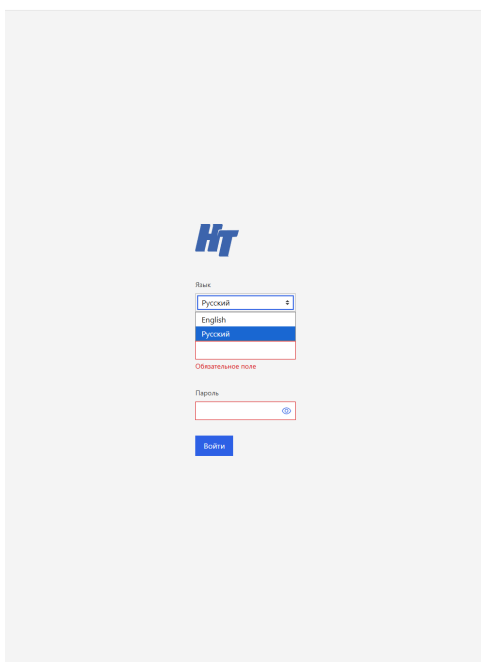

Рис. 75. Окно «Авторизации»
- 1) Подключитесь в ВМС-консоль оборудования (Журнал событий Altair Z). Во вкладке «Язык» выберите «Русский». Окно показано на рис. 75 Окно «Авторизации»